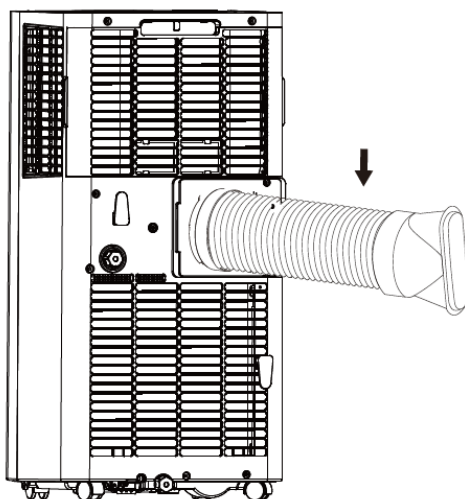

Fig. 1
- Skruva fast avluftsslangen (med adapter) på avluftsutloppet på enhetens baksida (moturs, fig. 1).